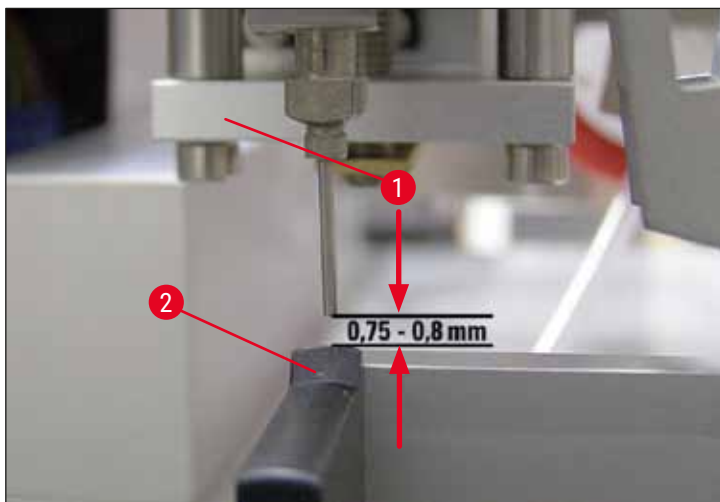

Bild 16
8. Doseringsnålens höjdinställning kan kontrolleras igen genom en okulärbesiktning framifrån (→ Bild 16).